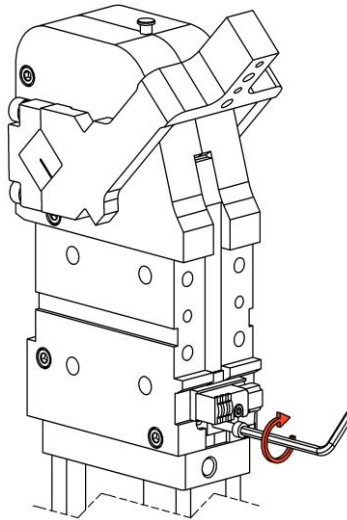

Imagen 2
- 1) Llevar un tornillo M6 de min.40mm en contacto con el acoplamiento dentado y enroscarlo hasta liberar el sistema (~4 vueltas); (imagen 2)